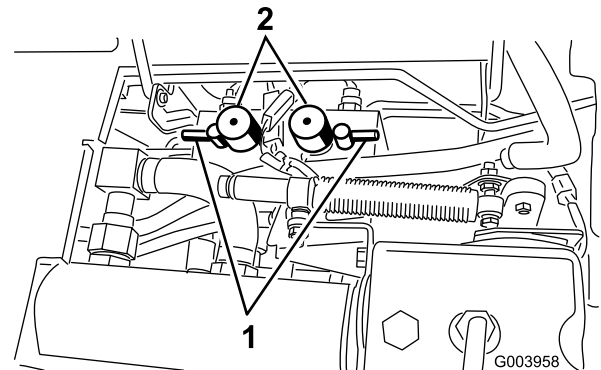

図 85
5. 両方のリール速度セレクタを 1 にセットする (図 85)。
6. バックラップスイッチで前のカッティングユニット又は後ろのカッティングユニット、あるいは両方を選択する (図 85)。